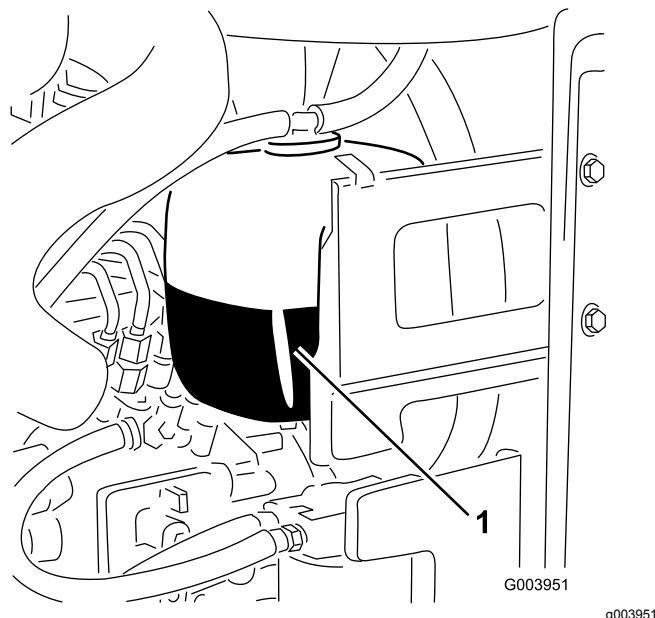

Bild 56
1. Prüfen Sie den Kühlmittelstand im Ausdehnungsgefäß (Bild 56).